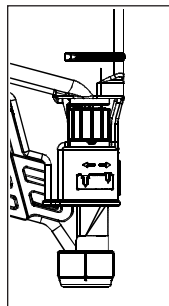

Рисунок 5
■ Регулировка глубины забивания крепежа у гвоздезабивного пистолета CN-90 KIRK осуществляется при помощи регулировочного колеса. На корпусе инструмента можно обнаружить следующее обозначение:  Данный символ указывает, в каком направлении вы должны повернуть регулировочное колесо, чтобы уменьшить или увеличить глубину забивки гвоздя. Для регулировки глубины забивки гвоздя поверните регулировочное колесо (А) в нужном направлении (рис. 5).